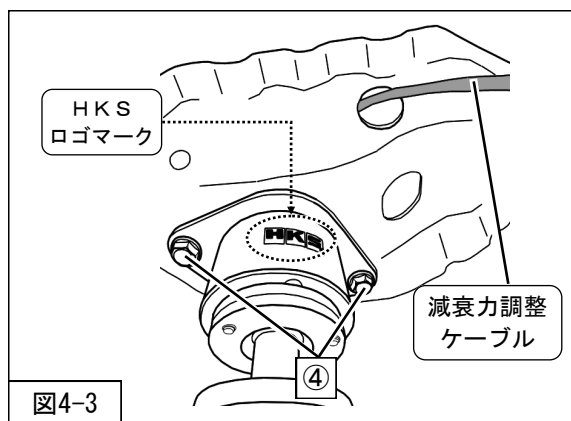

図4-3
④リアショックアブソーバASSY アッパー取付ボルト (締付トルク: 40N・m) を取付けてください。(図4-3)